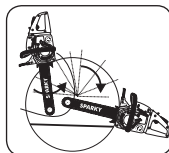

Рис. 10D
2. Когда диаметр ствола больше длины шины, выполняются 2 среза, как это показано на (Рис. 10D).